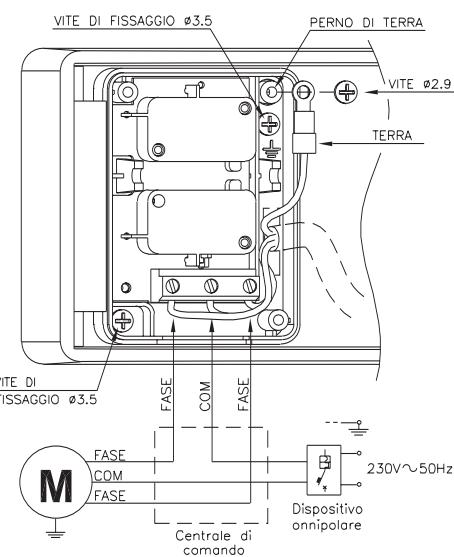

fig. 3
- Inserire la pulsantiera all'interno del blindino come mostrato in Fig.3, bloccandola mediante le 2 viti contenute nel kit.
- Eseguire i collegamenti elettrici come mostrato in Fig.3; bloccare il terminale di terra al perno in alluminio.